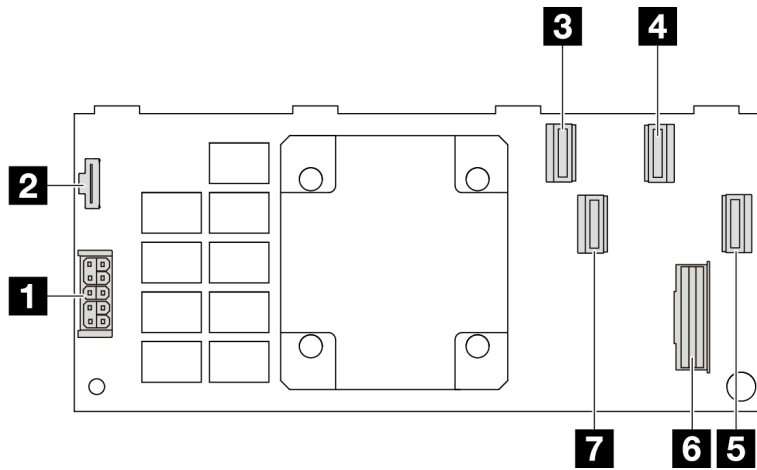

Рис. 320. Адаптер RAID 16i Gen 4 CFF (четыре разъема порта)
- Рис. 320 «Адаптер RAID 16i Gen 4 CFF (четыре разъема порта)» на странице 371